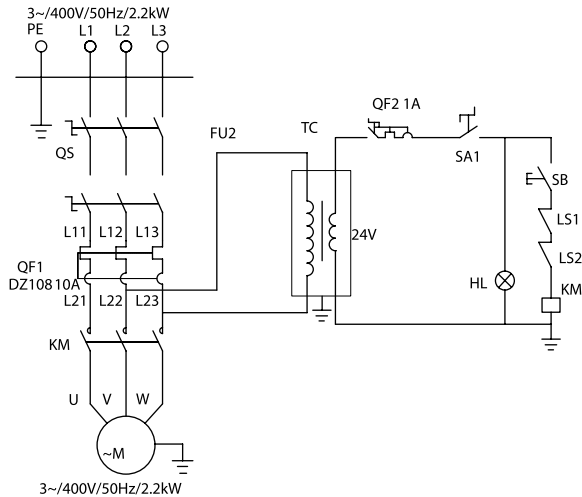

Рисунок 9 - Электрическая схема
- Подключите питание к насосной станции. Рекомендуется подключение через отдельный автомат защиты на 30 А. Электрическая схема на рис. 9.